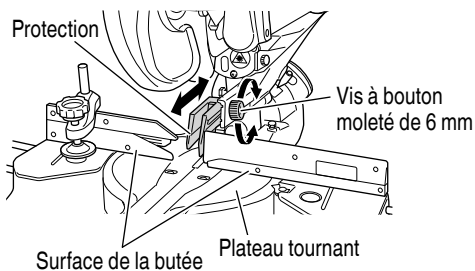

Fig. 21
7. Réglage de la garde (Fig. 21)
Desserrer la vis moletée de 6 mm et repousser la protection en position rentrée. Ne jamais soulever la protection inférieure pendant que la lame de scie tourne. Lors d'une coupe à un angle de 45° vers la droite ou plus, glisser la protection vers l'arrière. (Fig. 21)